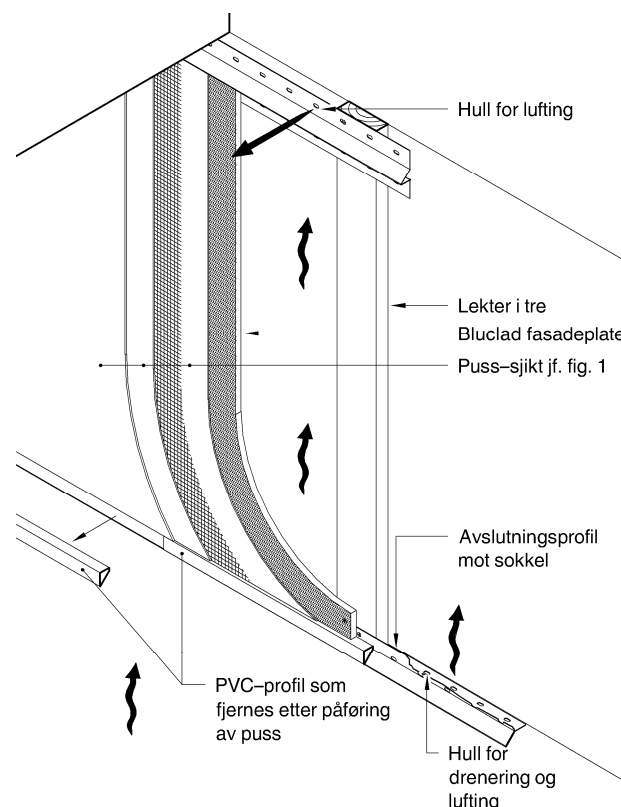

Fig. 2
- Perforert avslutningsprofil i lakkert aluminium til avslutning av kledningen mot sokkel og mot raft. Profilet skal blant annet sikre drenering og lufting bak fasadeplatene, se fig. 2.
- Profil i PVC som skal etablere en spalte mellom avslutningsprofil mot sokkel og fasadesystemet, se fig. 2. Profilet fjernes etter at pussen er påført. Spalten skal hindre kapillært oppsug i grovpussen.
Mapetherm Nordic Fasadesystem skal utføres i henhold til konstruksjonsdetaljer som er utarbeidet Rescon Mapei AS, og som er tilpasset det enkelte byggeprosjekt. Konstruksjonsdetaljene skal være i henhold til anvisningene i Byggforskeriens Byggdetaljer 542.303. Fig. 2 og 3 viser prinsipløsninger for henholdsvis avslutning mot sokkel, takfot og mot vindusåpninger.